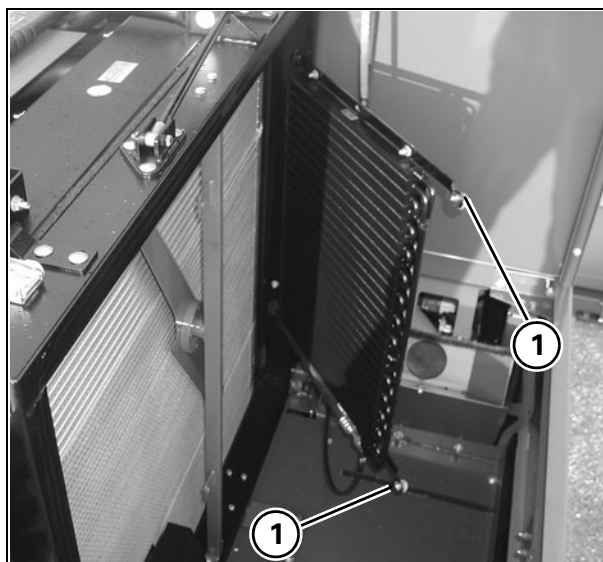

Рис. 30
23.) КОНДЕНСАТОР КАБИНЫ - Рис. 30